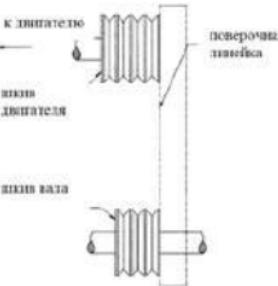

Рисунок 5. Проверка выравнивания ремней
6. Для проверки выравнивания используйте стальную поверочную линейку (см. рисунок 5).